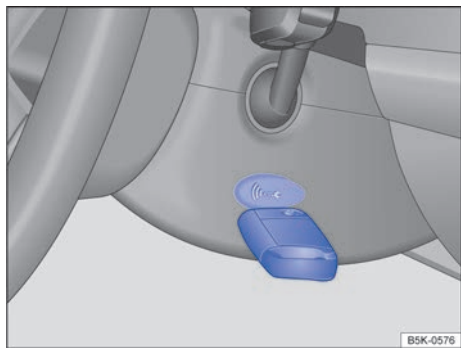

Fig. 89 A la derecha en la columna de dirección: función de arranque de emergencia en vehículos con sistema de bloqueo y de arranque Keyless Access sin llave.
- Mantener la llave del vehículo directamente después de presionar la tecla de arranque a la derecha de la columna de dirección → fig. 89.